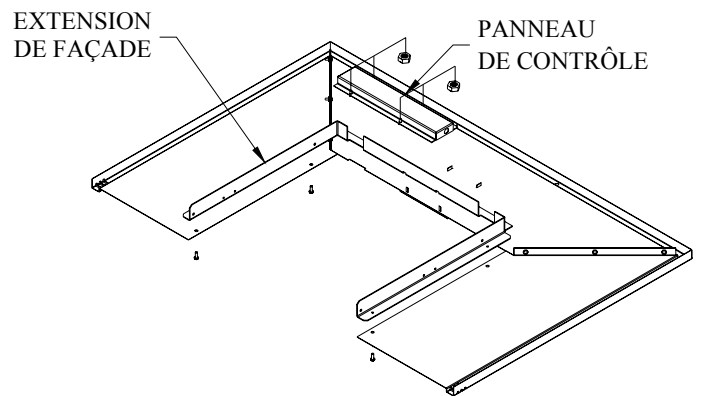
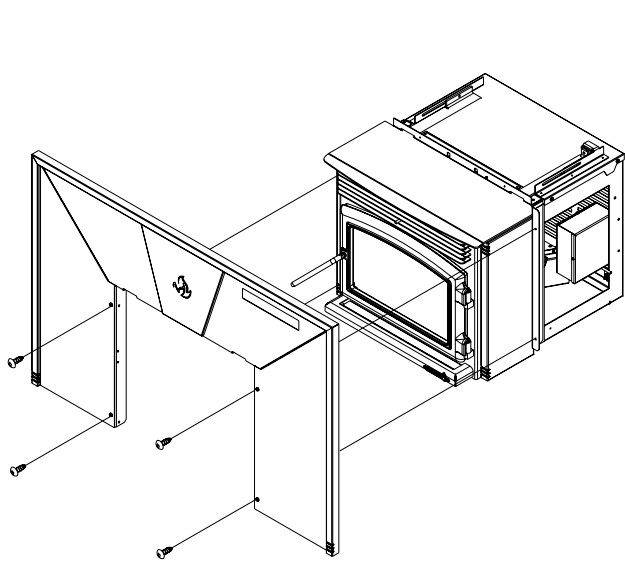

Figure 31
Figure 32
- 7- Installez le panneau de contrôle à l'aide des 4 boulons(Figure 31). Glissez la façade sur le poêle et fixez à l'aide de 2 vis de chaque côté(Figure 32)